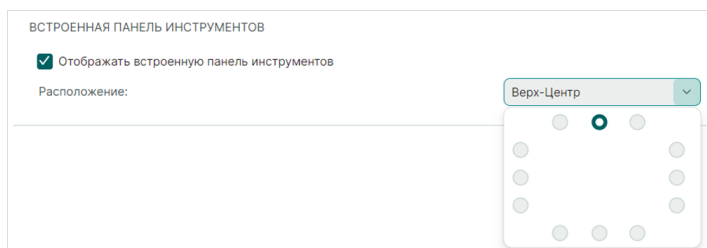

Рис. 64 Настройки встроенной панели
- «Встроенная панель инструментов» – настройки включения/выключения отображения встроенной панели инструментов и выбор расположения данной панели в окне редактора, см. Рис. 64.